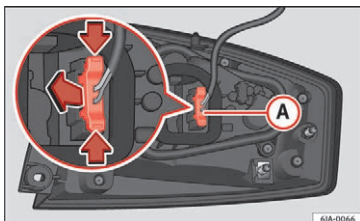

Fig. 98 Lygtestik bag på baglygten
- Løsn stikket **(A)** » Fig. 98 til lygten ved at trykke på tapperne i siden (pile), og træk stikket ud.